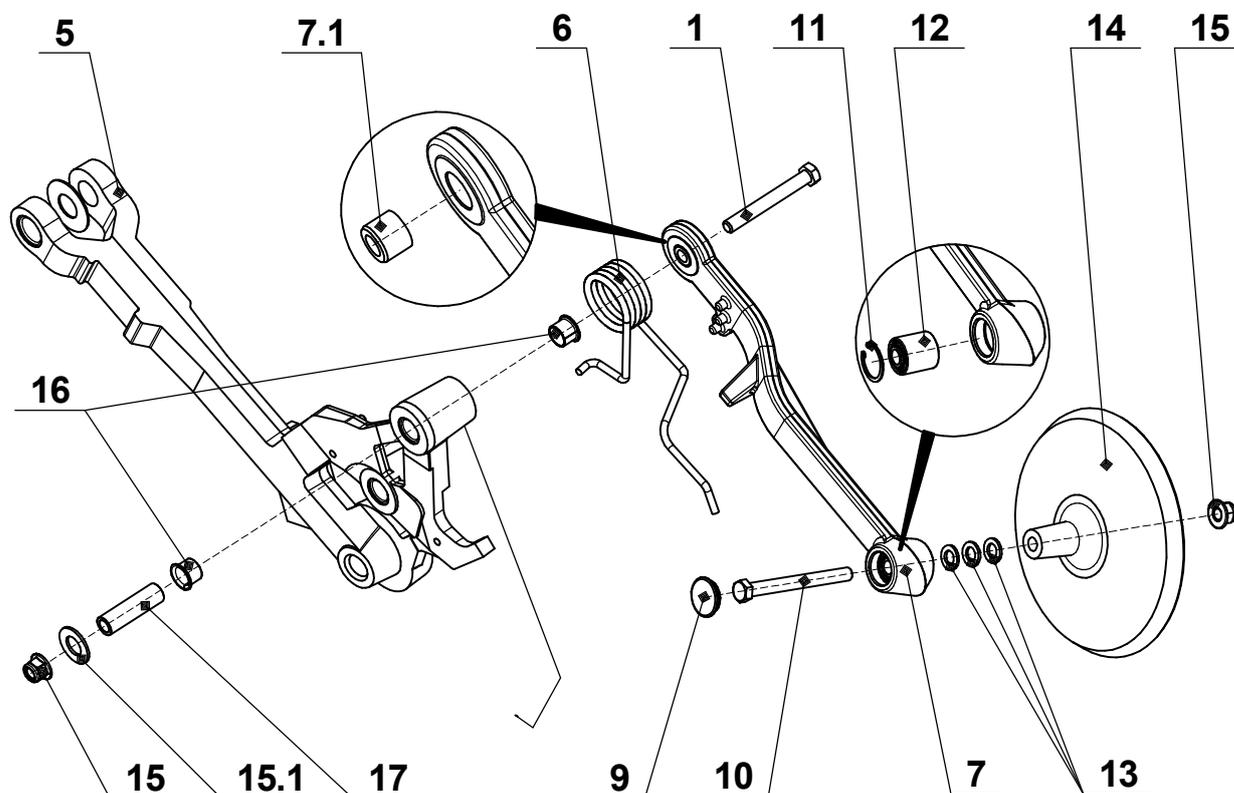

Рис.3.1 - Ремонт узла заделывающего диска посевного комплекса FEAT AGRO серии «N-6000» / «N-7000» / «N-8000» / «N-9000» / «N-10500» / «N-12000».
1. Для снятия узла заделывающего диска и подшипника (поз.12 рис.3.1) с рычага заделывающего диска (рукояти) (поз.7 рис.3.1) снимите крышку подшипника (поз.9 рис.3.1) крепёжный болт (поз.10 рис.3.1) стопорную гайку (поз.15 рис.3.1) и стопорное кольцо (поз.11 рис.3.1).
**ПРИМЕЧАНИЕ:** Регулирующие шайбы (поз.13 рис.3.1) используются для бокового смещения заделывающего диска (поз.14 рис.3.1)
2. Снимите подшипник (поз.12 рис.3) с рычага заделывающего диска (рукояти) (поз.7 рис.3.1).
**ПРИМЕЧАНИЕ:** Выполните шаги 7-11 для замены втулок (поз.16 рис.3.1).
11. Установите ранее снятый рычаг заделывающего диска (рукоять) (поз.7 рис.3.1) и крепёжные элементы. Затяните крепёжные детали шарнира согласно таблице 1.8.